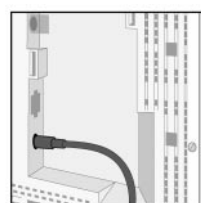

Abbildung D.1
4. Schließen Sie das Netzteilkabel am Monitor an (Abbildung D.1)